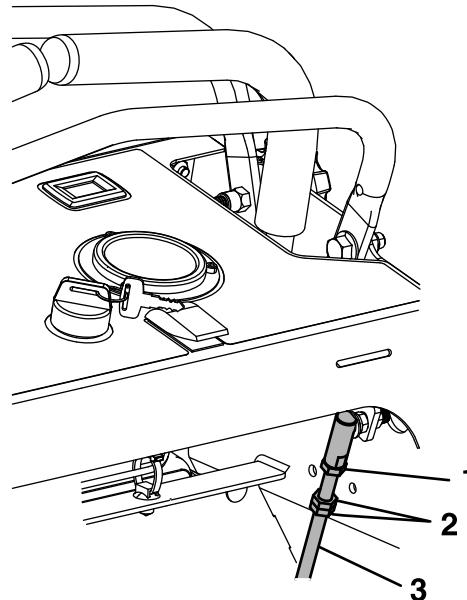

Figura 45
- Afloje la contratuerca superior de la base de la articulación esférica, como se muestra en la **Figura 45**. Ajuste la longitud de la varilla de control girando las dos contratuerzas. Para aumentar la distancia, gire la varilla de control en sentido antihorario. Para reducir la distancia, gire la varilla de control en sentido horario.
5. Afloje la contratuerca superior del extremo superior de la articulación esférica de la palanca que debe ser ajustada (Figura 45).